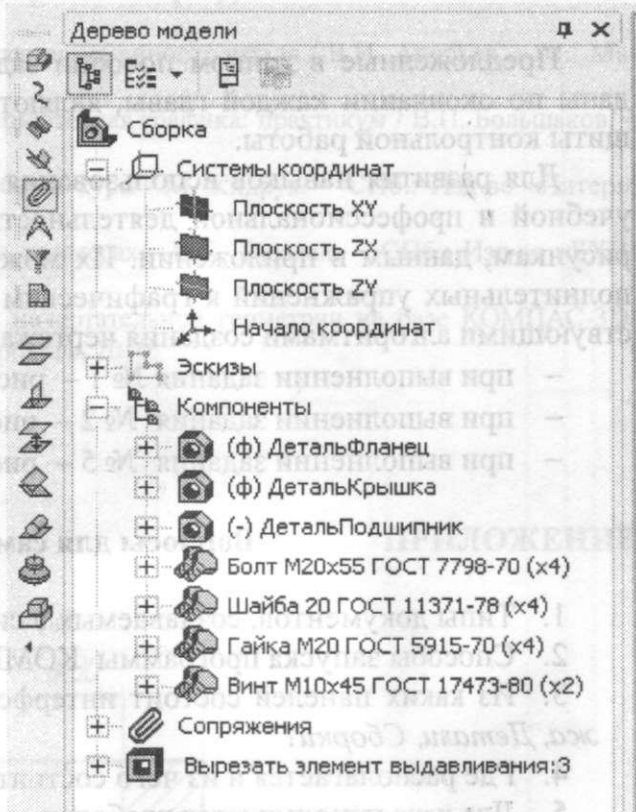

Рис. 75. Дерево модели: вставка в Сборку стандартных изделий
2.6.2. В окне сборки указать *точку вставки* изделия. При вставке болта указать цилиндрическую часть отверстия, а затем плоскую грань, на которую должна опереться головка болта. При добавлении в сборку стандартного изделия в Дереве модели появится соответствующий ему пункт (рис. 75).
2.6.4. В Дереве модели появятся пункты всех установленных крепежных изделий и установленные между ними связи (см. рис. 75).